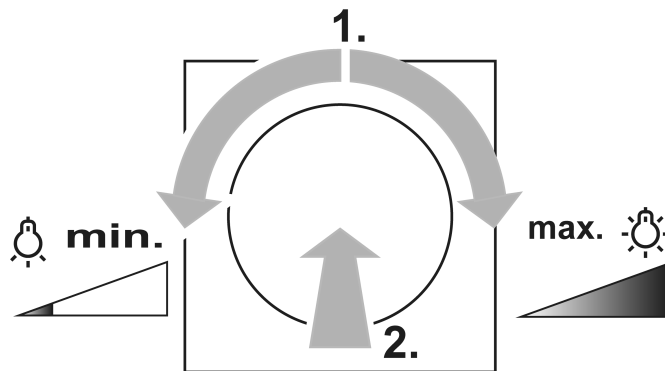

Bild 2: Tända med lägsta eller högsta ljusstyrka
- Vrid knappen ett fjärdedels varv och tryck sedan kort på den: Ljuset tänds med minimal eller maximal ljusstyrka (se bild 2).